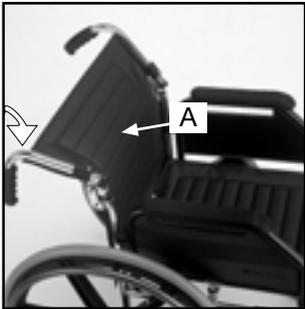

Fig. 7
3.1. Respaldos abatibles (Mod. 4010 y 4015). (Fig. 7, pag. 3)